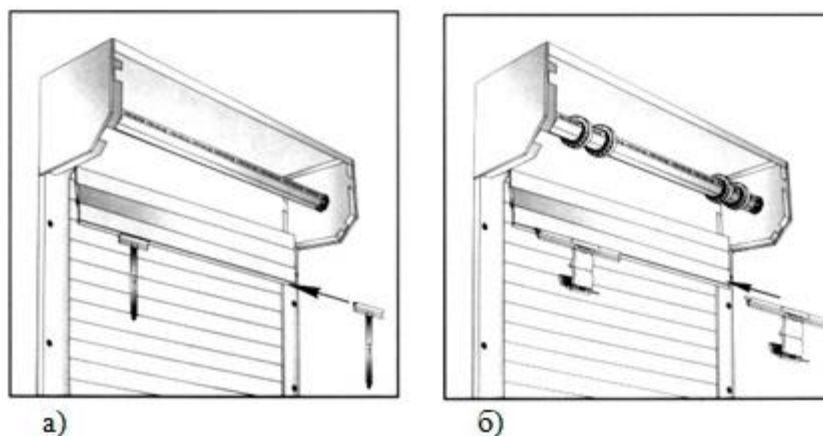
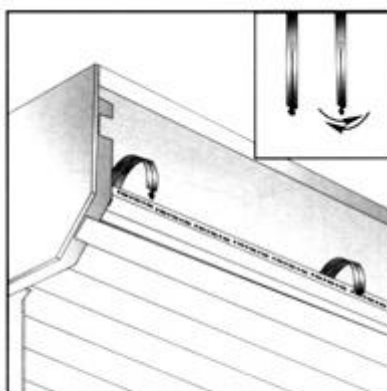

Рис. 21. Сборка полотна с тяговыми элементами:
Рис. 22.
24. Собрать полотно с тяговыми элементами (тяговыми пружинами или ригелями) (рис.21). Закрепить тяговые элементы к валу привода. Тяговые пружины заправить в продольные перфорационные отверстия вала (рис. 22).
25. При комплектации рольставен инерционной пружиной после установки полотна в направляющие необходимо произвести предварительное натяжение пружины, вращая вал привода в направлении закручивания пружины по часовой стрелке при взгляде со стороны правой крышки (рис. 24). Произвести 10 - 12 оборотов. Зафиксировать пружину при помощи скобы. Тяговые пружины заправить в продольные перфорационные отверстия вала (рис.22). Затем снять скобу, фиксирующую инерционную пружину. Придерживая полотно рукой, проверить работу инерционной пружины. Полотно должно сворачиваться полностью, ход полотна должен быть плавным. При необходимости произвести регулировку натяжения инерционной пружины (уменьшить или увеличить число оборотов пружины).